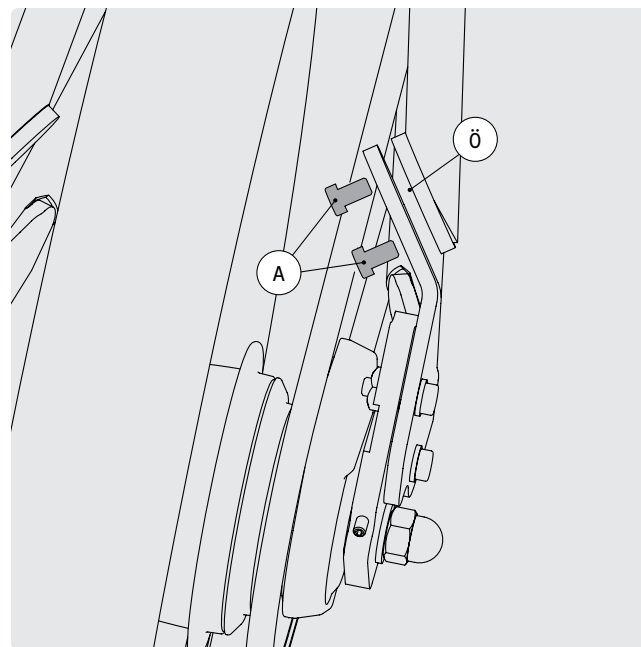

FIG. 46
- 1 Løsn de to skruer A på stellåsen (fig. 46).